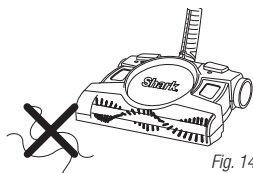

Fig. 14
- 4 N'utilisez pas l'appareil pour aspirer des morceaux de tissu et des ficelles. (fig. 14) N'utilisez pas l'aspirateur sans fil pour tapis et planchers pour nettoyer des tapis effilochés ou ornés de franges.